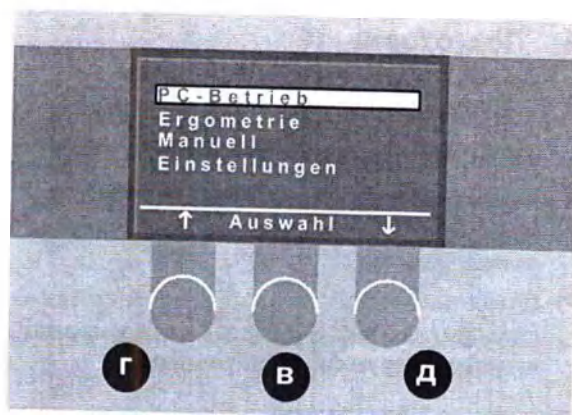

Рис. 4-4 Основное меню
- Нажмите кнопку **Б** (рис. 4-3), чтобы вызвать на экран основное меню (рис. 4-4).